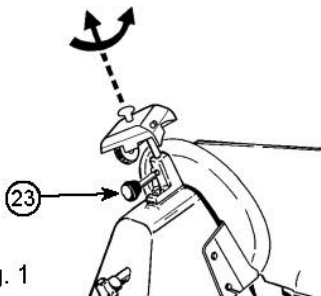
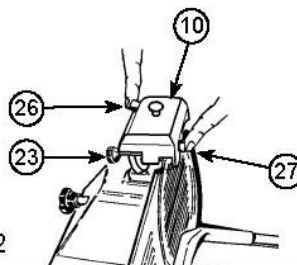
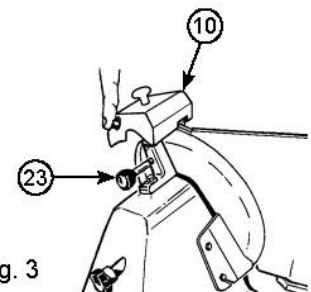

Fig. 1
Fig. 2
Fig. 3
Ziehen Sie den Stecker. - Überprüfen Sie, dass die bewegbare Trennwand geschlossen ist. (der Drehknopf (6) in der "0" Position.) - Reinigen Sie vorsichtig die zu schleifenden Teile der Klinge. - Setzen Sie den Stecker wieder ein. - Lockern Sie den Verriegelungsknopf (23) der Schärfer- Gruppe (10) auf. - Heben Sie die Schärfer-Gruppe (10), drehen Sie diese um 180 °, so dass beide Räder in der Arbeitsposition sind. Siehe Abbildung 1. - Senken Sie die Schärfer-Gruppe (10), bis sie eingerastet ist. Sichern Sie die Gruppe, indem Sie den Verriegelungsknopf (23)drehen. Siehe Abbildung 2. - Schalten Sie das Gerät an. - Drücken Sie auf den Knopf (26), und lassen Sie die Klinge 1 Minute lang drehen. Wenn die Klinge still steht, überprüfen Sie, ob sich ein Grat am Rand geformt hat. - Nachdem sich die Präsenz des Grats bestätigt hat, machen Sie den Schalter (5) an und drücken Sie sanft auf die Taste (27) für ungefähr 3 Sekunden, um den während des Schleifenvorgangs entstandenen Grat zu entfernen. Drehen Sie den Drehknopf (6) zurück in die "0" Position. - Nach dem Schleifen, ziehen Sie die Schärfer-Gruppe (10) zurück in die Ausgangsposition, siehe Abbildung 3. und reinigen Sie den Rand der Klinge und die Räder mit Alkohol. - Nach mehreren Schleif-Operationen, entfernen Sie jede Rückstände von der Schleifscheibe mit Alkohol und einer Bürste.